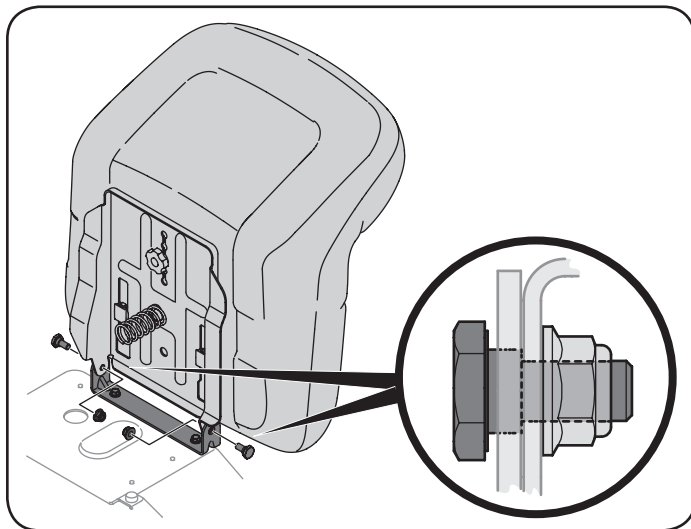

Figura 8
6. Instale los dos pernos con reborde y las tuercas de seguridad que extrajo del soporte de montaje del asiento en el Paso 1. Vea la Figura 8